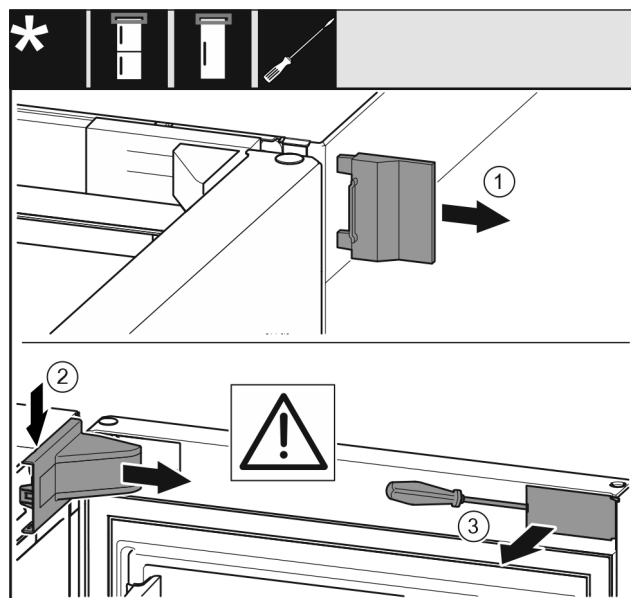

Fig. 7
- ▶ Rimuovere la copertura esterna Fig. 7 (1).
- ▶ Disinnestare e rimuovere la copertura del blocco di supporto Fig. 7 (2).
- ▶ Disinnestare la maschera Fig. 7 (3) con un cacciavite a intaglio e ruotarla lateralmente.